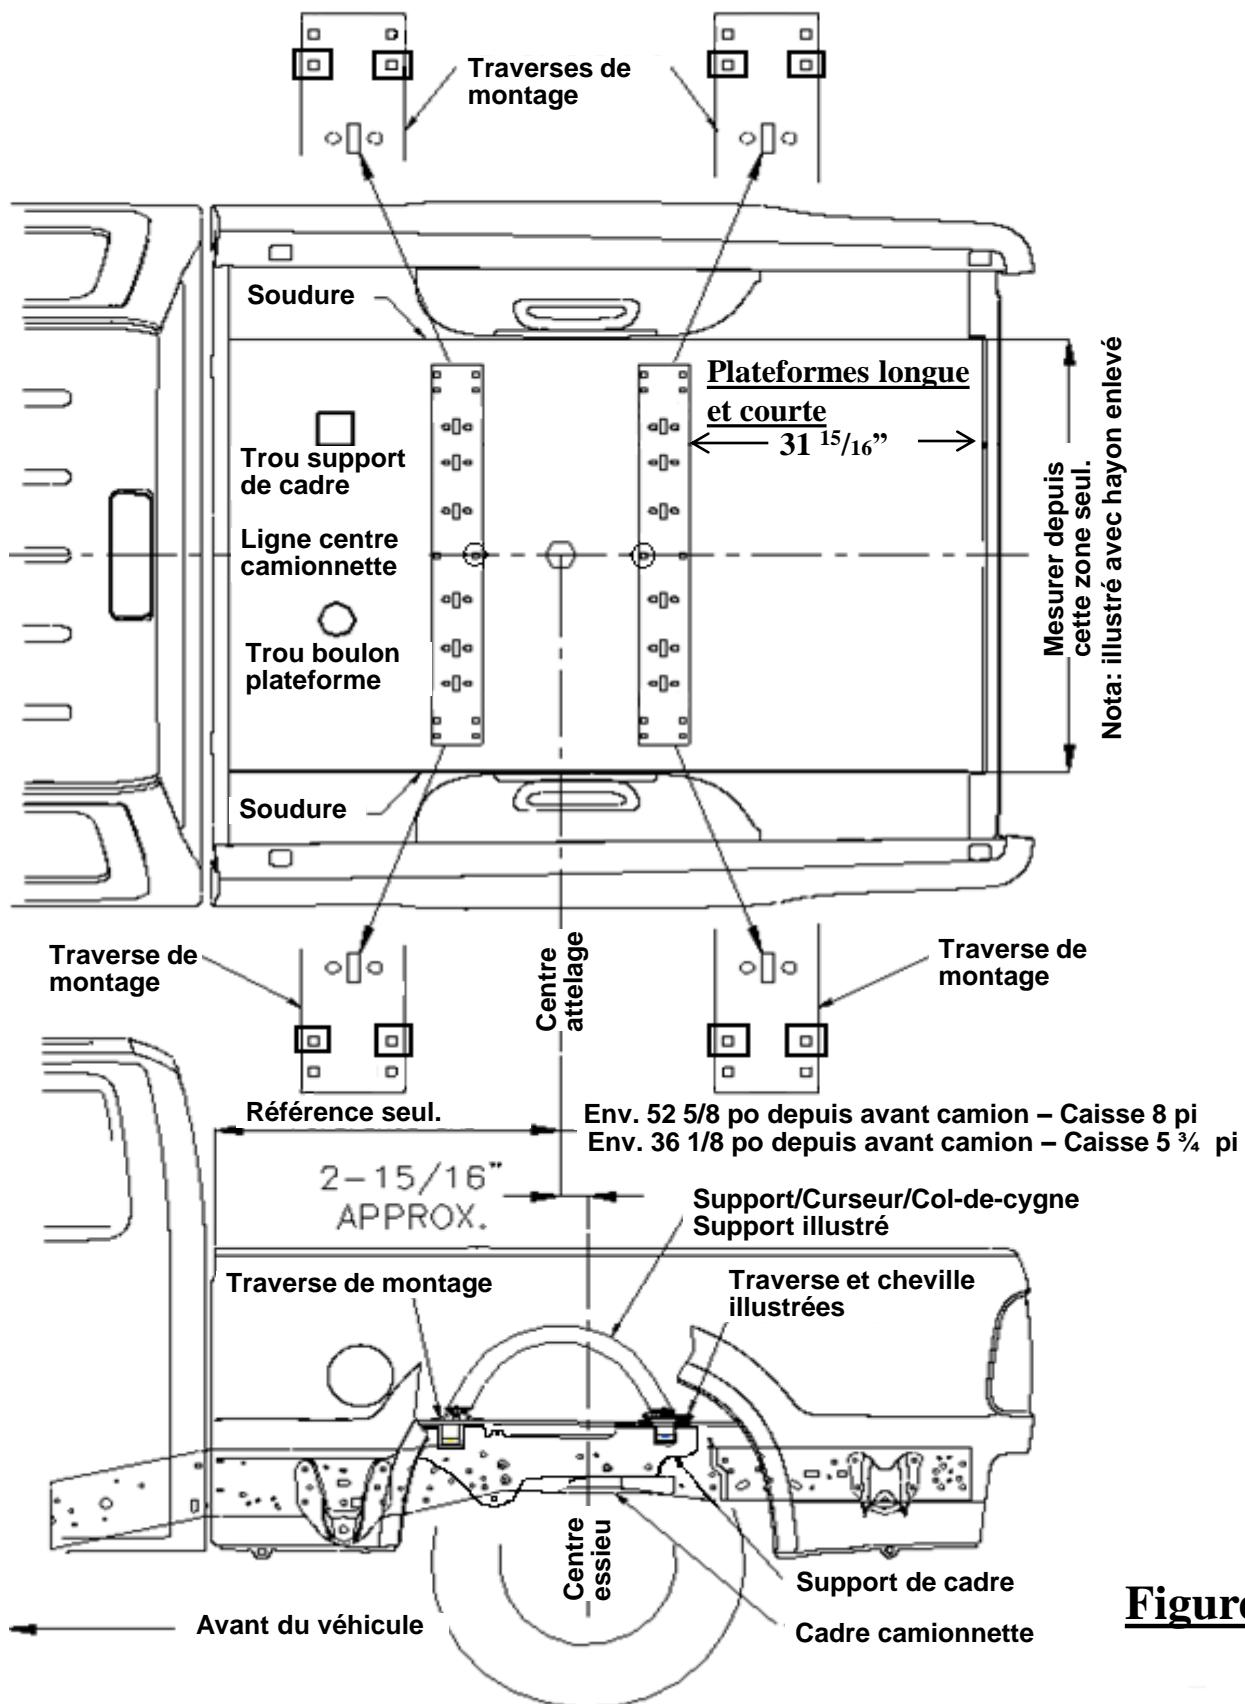

Figure 5
4. Placer la traverse de montage arrière dans la caisse de la camionnette. À l'aide du ruban à mesurer, centrer la traverse entre les joints de soudure sur la longueur du plancher de caisse, et déterminer la distance appropriée à partir du bord arrière de la caisse, comme illustré à la Figure 5. Voir la page 1 pour le montage des supports sur les traverses. Voir ci-dessous pour le montage des supports sur le cadre.
5. Marquer l'emplacement des trous à l'aide d'un pointeau, comme illustré à la Figure 5. Écarter la traverse et percer chaque marque à l'aide d'une mèche 1/8 po. **Avertissement : Lors du perçage, veiller à ne pas endommager des composants du véhicule comme les conduites de frein et les réservoirs d'essence, et à prendre les mesures de protection nécessaires.**